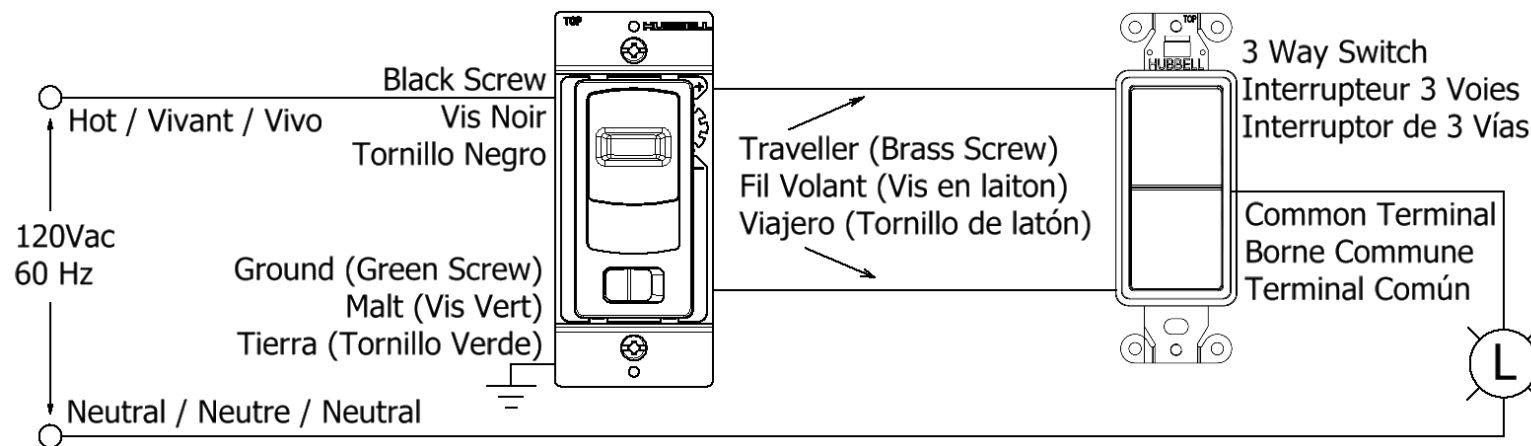

FIG. 4
- Cableado de 3 vías. Conectar los cables según el diagrama (FIG 4) de la siguiente manera:
5B. 3-way wiring. Connect wires per diagram (FIG 4) as follows: